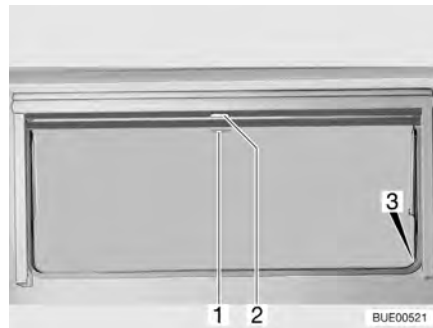

Fig. 58 Finestra apribile
- Tirare verso il basso l'oscurante a rullo accompagnandolo con la maniglia (Fig. 58,2). Quando si chiude completamente l'oscurante a rullo esso va agganciato da entrambi i lati al telaio della finestra nell'apposito elemento di fissaggio (Fig. 58,3).
- Quando l'oscurante a rullo è completamente chiuso: Spingere la maniglia (Fig. 58,2) verso il basso tirandola leggermente verso l'interno. Sganciare l'oscurante a rullo dagli elementi di fissaggio a destra e a sinistra del telaio della finestra.
- Quando l'oscurante a rullo si trova in posizione intermedia: Tirare la maniglia (Fig. 58,2) leggermente verso il basso finché l'elemento di fissaggio non si è sganciato.
- Tirare la maniglia (Fig. 58,1) della zanzariera a rullo verso il basso e agganciarla all'elemento di fissaggio (Fig. 58,3) su entrambi i lati del telaio della finestra.
- Spingere la maniglia (Fig. 58,1) verso il basso tirandola leggermente verso l'interno. Sganciare la zanzariera a rullo dagli elementi di fissaggio a destra e a sinistra del telaio della finestra.